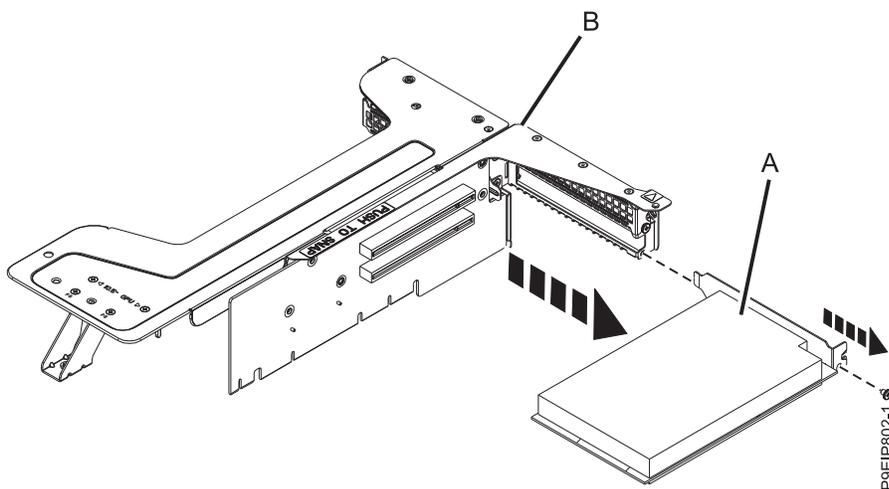

Figura 23. Extracción de adaptadores de la tarjeta de expansión
6. Extraiga los adaptadores (A) de la tarjeta de expansión (B), tal como muestra la Figura 23. Extraiga el tornillo que fija la contrapunta.